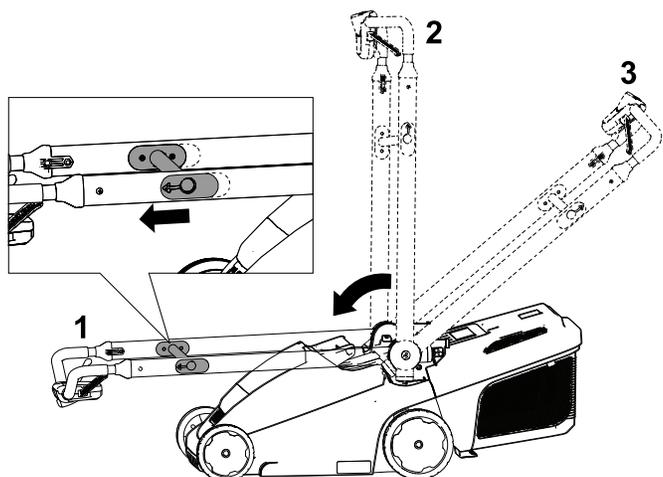

Figure 21
2. Tirez la barre de déblocage du vers la partie supérieure du guidon pour débloquer le verrou du guidon (Figure 21).
3. Poussez le guidon en avant en position verticale, ou rabattez-le complètement en avant en position de rangement vertical de la machine, comme montré à la Figure 21.